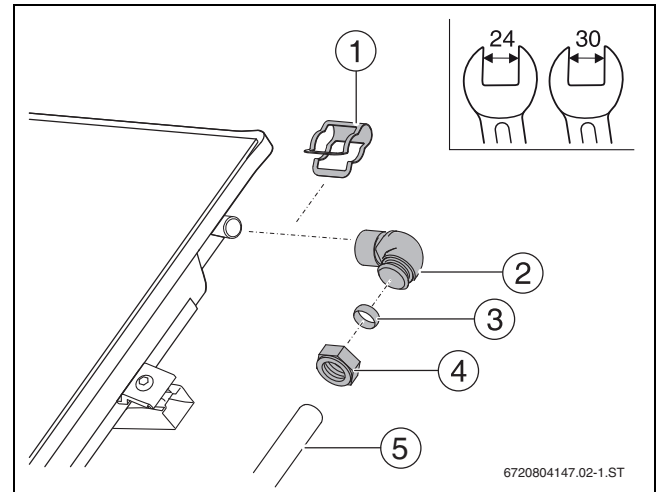

Bild 62 Rohrleitung am Vorlaufanschluss anschließen
- Winkel mit Klammern an Kollektoranschlüsse anschließen (→ Bild 62).